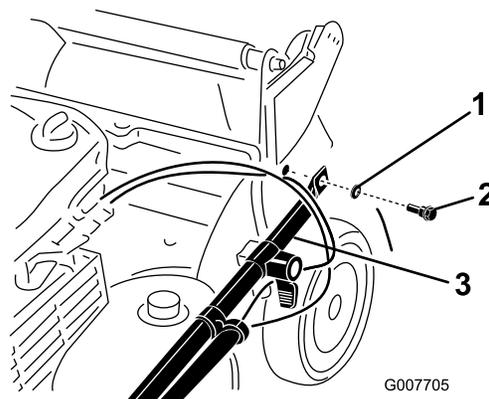

Figura 4
3. Collegate le estremità della stegola al sottoscooca utilizzando 2 rondelle e 2 bulloni di fissaggio (Figura 4), **ma non serrate i bulloni di fissaggio.**
Importante: Disponete i cavi all'esterno dalla stegola (Figura 4).